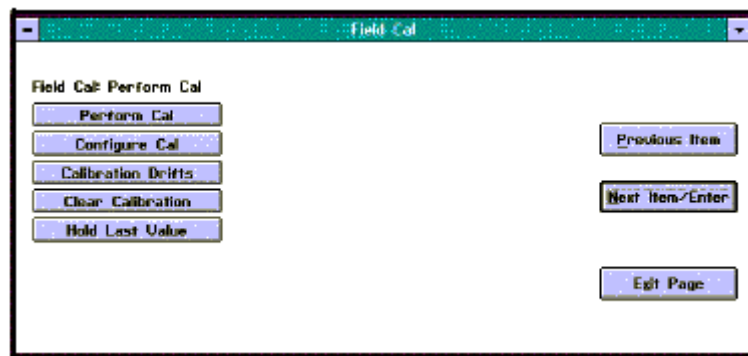

図 3-4 Field Cal ウィンドウ
3. *Field Cal* オプションをクリックします。*Field Cal* ウィンドウ（3-13 ページの図 3-4）において、*Configure Cal* ボタンをクリックします。
すべてのメニューウィンドウの右側には、つぎの 3 種類のボタンが表示されます (次ページの図 3-4 参照)。
Field Cal オプションを選択すると、下記の図 3-4 のようなウィンドウが開きます。
注： *Next Item/Enter* ボタンをクリックすると、オプションボタンの上のステータスラインに表示されているオプション（上の図 3-4 では *Perform Cal*）を選択します。ウィンドウ内のステータスラインに表示されているオプションが、そのメニューを使ったときに最後に選択されていたオプションとなります。